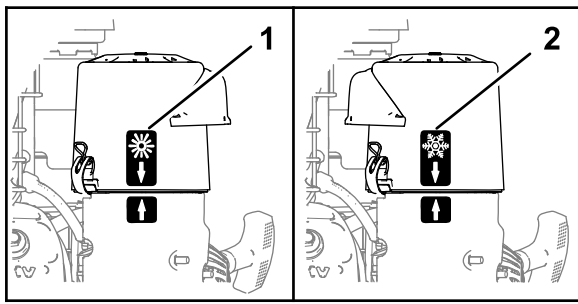

Figura 10
- Ao operar numa **condição de ar ambiente frio** (temperatura de ar frio e humidade) - posicione a cobertura do filtro de ar com o autocolante do floco de neve virado para fora (Figura 10).
- Ao operar numa **condição de ar ambiente normal** – posicione a cobertura do filtro de ar com o autocolante do sol virado para fora (Figura 10).